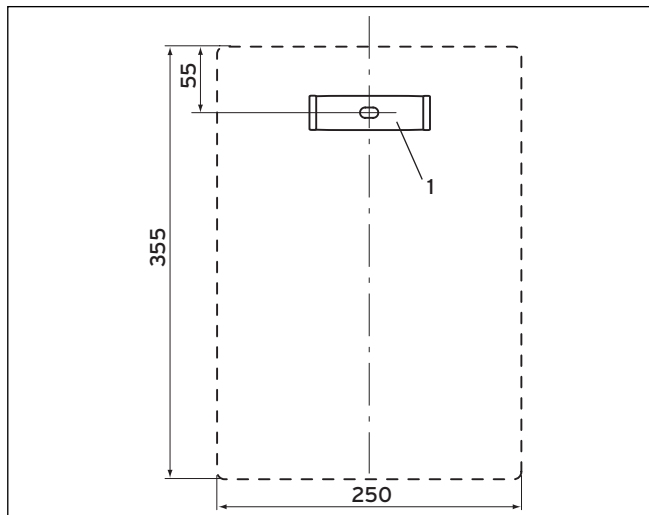

Abb. 3.2 Montage des Wandhalters
- Bohren Sie ein Loch (1) für Kunststoffdübel 10 x 40 mm (siehe Abb. 3.2).